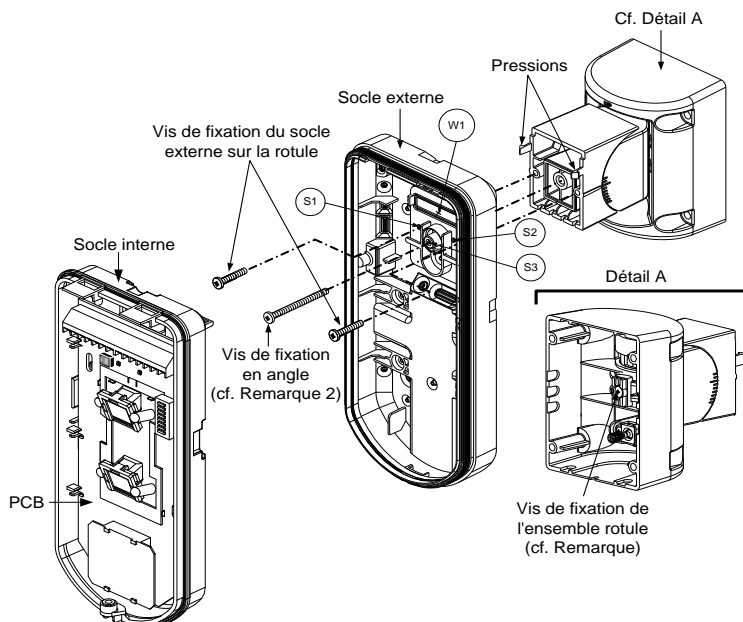

Figure 8
- Fixez le socle externe à la rotule à l'aide de deux vis passant par les pastilles (pressions) correspondantes (Figure 8).